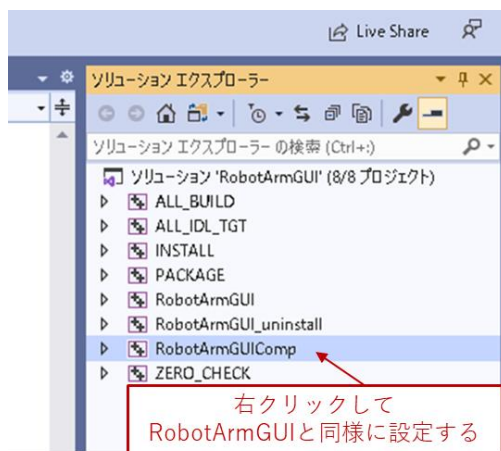

図 12 RobotArmGUIComp の設定
- ⑧ 次に左側のリストから「構成プロパティ」→「リンカー」→「全般」を選択。
- ⑨ 次に右側に表示されている「追加のライブラリディレクトリ」の項目にDXライブラリのパッケージ内に入っている「プロジェクトに追加すべきファイル_VC用」ディレクトリのパス (⑦と同じパス) を入力する。
- ⑩ 「OK」を押してダイアログを閉じる。
- ⑪ Visual Studio 画面右にある「ソリューションエクスプローラー」の「RobotArmGUIComp」を右クリック（図 12）。「プロパティ」を選択してプロジェクトのプロパティダイアログを開き、③～⑩と同様の設定を行う。